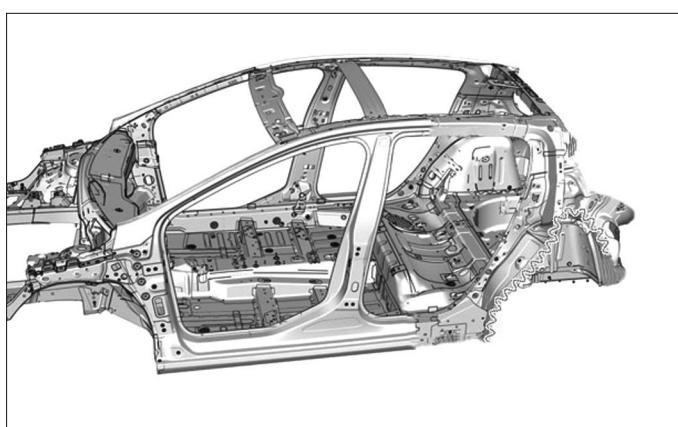

FIG. 165
- Appliquer une colle de calage "B3" (Fig.165).